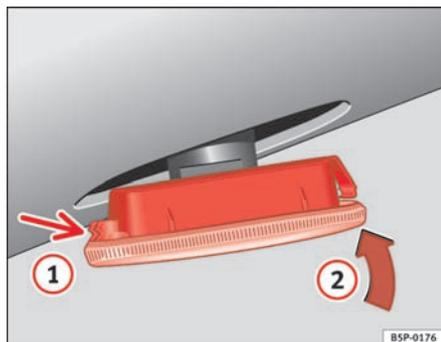

Fig. 160 Intermitentes laterales
- Coloque el intermitente en primer lugar en el orificio de la carrocería, encajando las pestañas ① ⇒ fig. 160, y a continuación encaje la lámpara como indica la flecha ② ⇒ fig. 160. ■